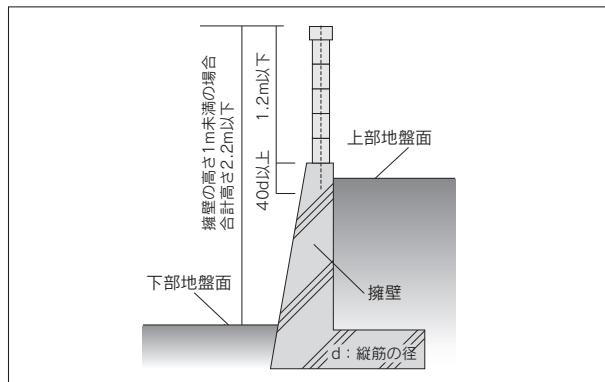

図5 擾壁の上部に塀を設ける場合の限度
- 鉄筋コンクリート造などの擁壁の上部に塀を設ける場合は、擁壁の施工と連続して行い、縦筋を擁壁に十分定着してください。高さについては図5を守ってください。